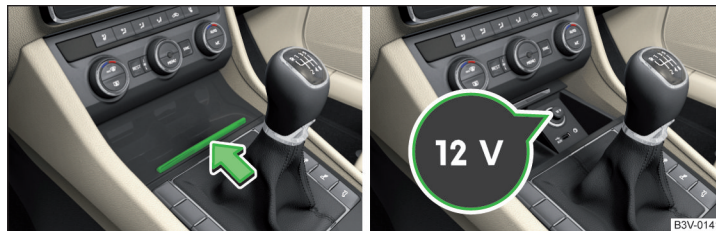

Abb. 110 Ablagefach öffnen / Abdeckung der 12-Volt-Steckdose
- Das Ablagefach durch Drücken auf die Deckelkante in Pfeilrichtung öffnen » Abb. 110.